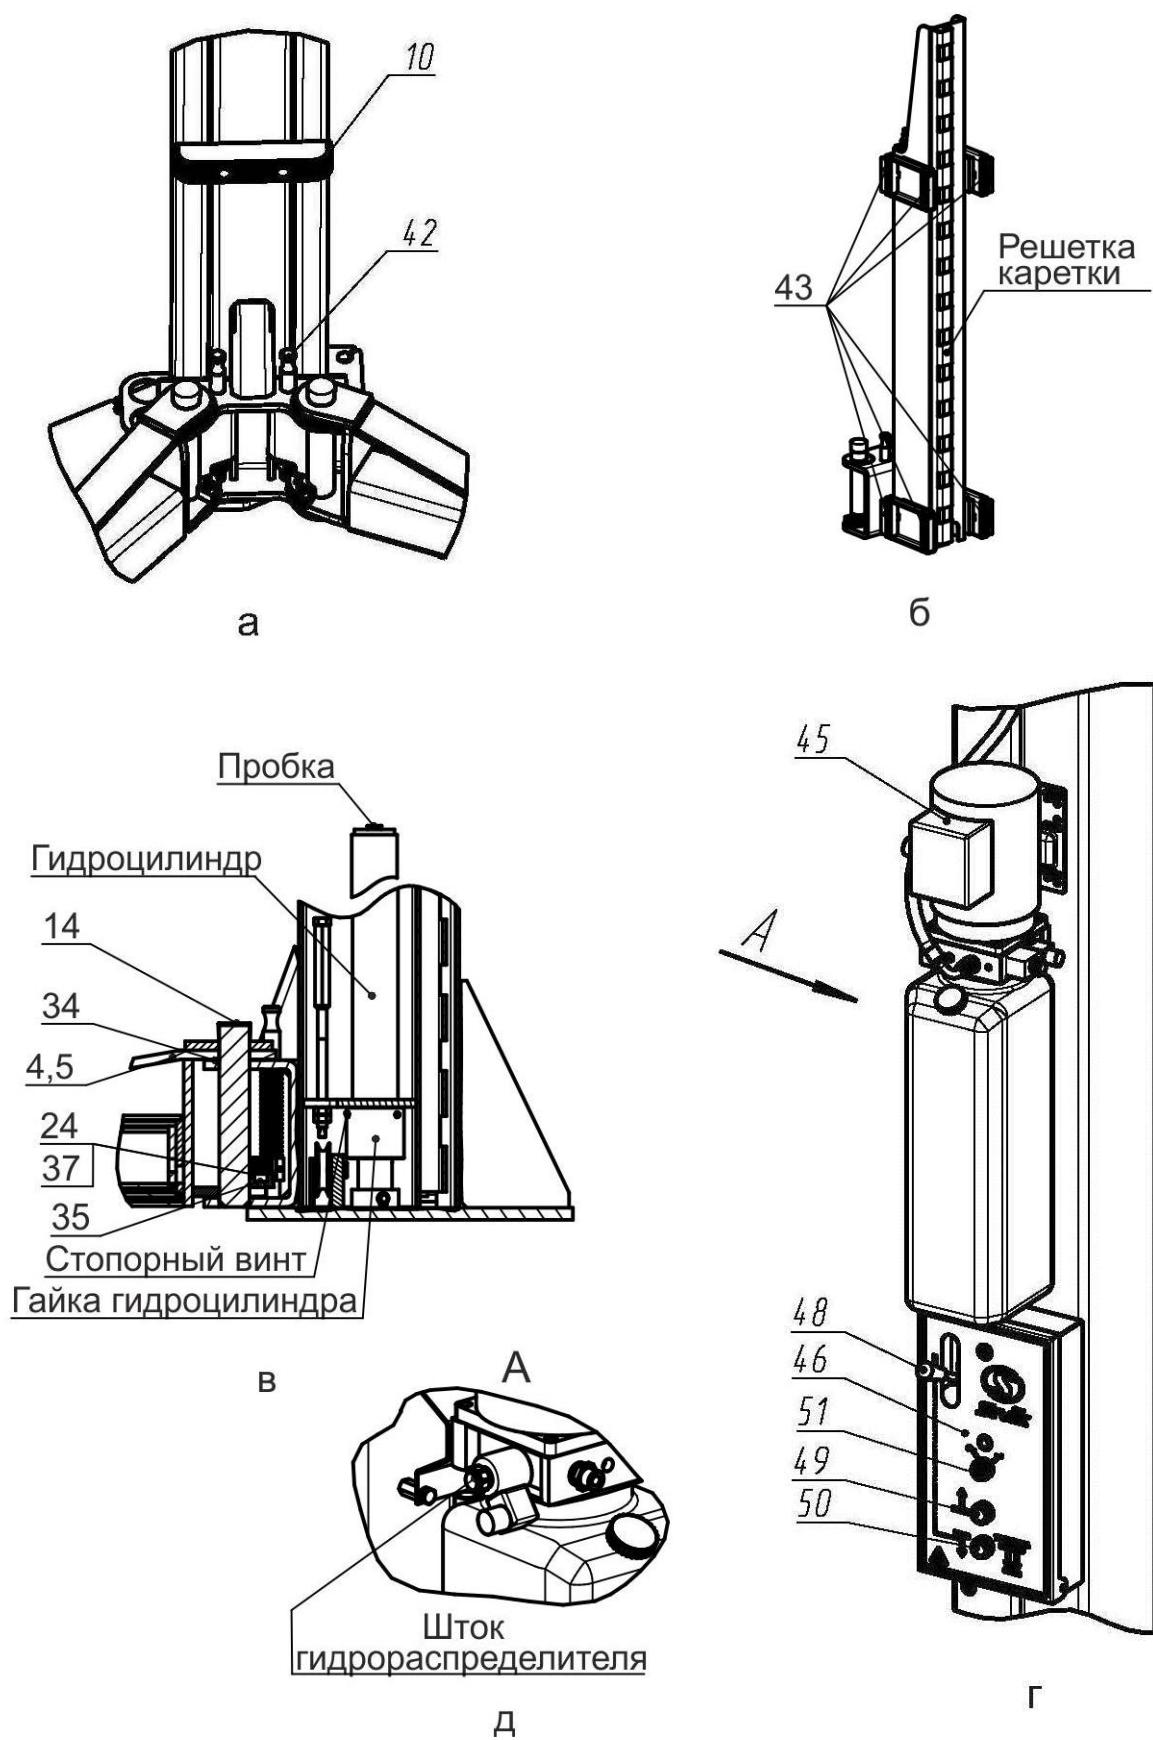
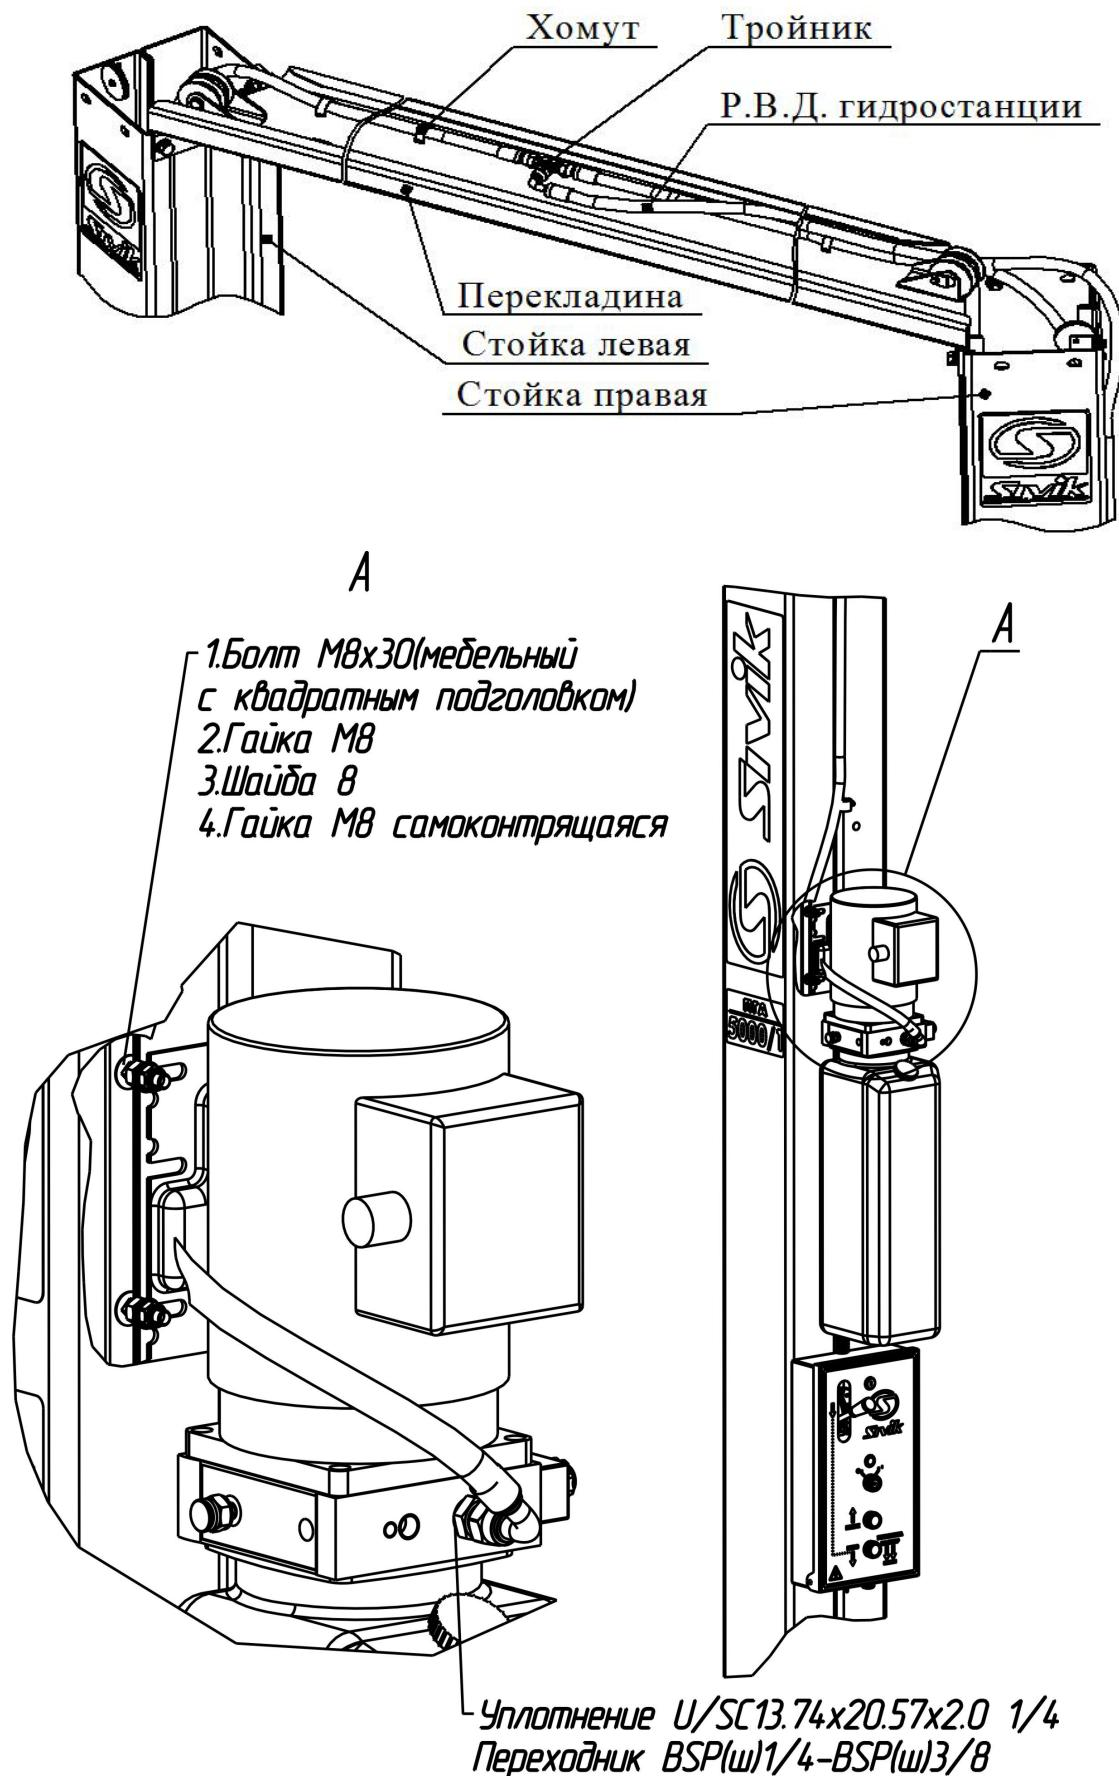

Рисунок 4.1 – Виды подъемника
Рисунок 6.4 – Соединение рукава высокого давления
Подъемник (рисунок 3.1) состоит из двух стоек коробчатого сечения -правой 1 и левой 2, соединенных между собой перекладиной 3. В стойках размещены каретки 63 с закрепленными на них поворотными телескопическими подхватами 4 и 5 разной длины. На концах подхватов 4, 5 установлены опоры 7, подставки опоры 8, 9. Подхваты фиксируются стопорными устройствами 42 (рисунок 4.1 а), автоматически срабатывающими при подъеме автомобиля. При опускании кареток 63 в крайнее нижнее положение происходит автоматическое расстопорение подхватов 4 и 5. Каретки 63 приводятся в движение гидравлическими цилиндрами, установленными внутри стоек. Подъемник снабжен системой 62 тросовой синхронизации движения кареток 63.
Каждая каретка 63 (рисунок 4.1 б) снабжена полиамидными ползунами 43, скользящими по беговым дорожкам стоек 1 и 2. Каретки фиксируются на требуемой высоте стопорами-защелками 44 (рисунок 6.4), закрепленными на стойках 1,2 и входящими в зацепление с решетками на каретках 63.
На правой стойке (рисунок 4.1 г) размещена насосная станция 45 с пультом управления 46. Внутри насосной станции 45 находится клапан предохранительный, предотвращающий перегрузку в гидросистеме. Клапан предохранительный настроен на заданное давление и опломбирован.
Для предотвращения повреждения дверей автомобиля (при открывании) на каретки 63 установлены накладки 10, фиксируемые винтами M8x30, шайбами 8Г и шайбами 8 (рисунок 3.1 и рисунок 4.1 а).
Управление подъемником осуществляется рычагом 48 (рисунок 4.1 г) и двумя кнопками 49 и 50, установленными в пульте управления 46. Рычагом 48 осуществляется расстопорение кареток 63, а кнопками 49 и 50, подъем (кнопка 49) и опускание (кнопка 50) кареток 63.
**ВНИМАНИЕ!** Перед сборкой проверить затяжку гаек гидроцилиндров и стопорных винтов (рисунок 4.1в).
6.5 Рукава высокого давления (Р.В.Д.) соединить между собой при помощи тройника, как представлено на рисунке 6.4. При затяжки гаек не допускается скручивание рукавов. Тройник должен располагаться горизонтально так, чтобы Р.В.Д. не касались тросов системы синхронизации. Рукава высокого давления зафиксировать на перекладине хомутами. Гидростанцию закрепить на правой стойке над пультом управления с помощью 4-х болтов M8(мебельные с квадратным подголовком), гаек M8, шайб 8 и гаек M8 самоконтрящихся (рисунок 6.4).
Для того чтобы проверить срабатывание упругой тяги 55, необходимо одному человеку прижать рукой защелку 44 к стойке 2, а другому повернуть рычаг 48 (рисунок 4.1 г) на себя. Упругая тяга 55 должна вытянуться на полный ход штока 30.
При повороте рычага 48 (рисунок 4.1 г) защелки на левой и правой стойки должны срабатывать одновременно. При отпускании рычага 48, защелки на левой и правой стойке должны вернуться в исходное положение. Регулировка проводится выборкой слабины тросика 52 и обжатием петли от вытягивания зажимом 13.
6.9 Открутить пробку бака насосной станции 45 и залить масло (около 12 л) до верхней метки «MAX» (рисунок 4.1г). Уровень масла контролировать визуально. Установить пробку бака на место.
- кратковременным нажатием на кнопку 49 (двигатель должен работать, вращение крыльчатки по стрелке на кожухе эл. двигателя, а из бака должно убывать масло, рисунок 4.1г).
- отвернуть пробки у каждого гидроцилиндра на один оборот (рисунок 4.1в)